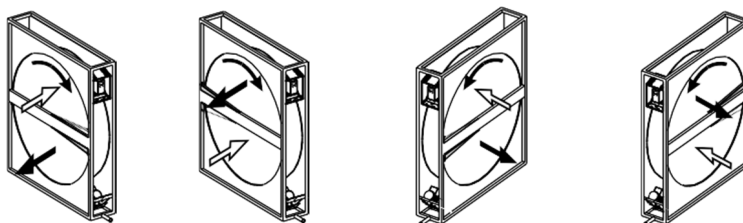

Рисунок 22. Направление вращения теплообменника в зависимости от направления потока воздуха и расположения очистного шлюза.
- направление вращения ротора, которое должно быть от вытяжной части через очистной шлюз к приточной части (рис.22).